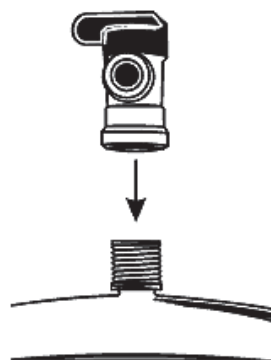

Рис. 12
2. Подсоедините шаровый кран бака к вершине накопительного бака (см. рис. 12). Во избежание повреждений крана не прилагайте больших усилий при его установке. Используйте гаечный или разводной ключ.